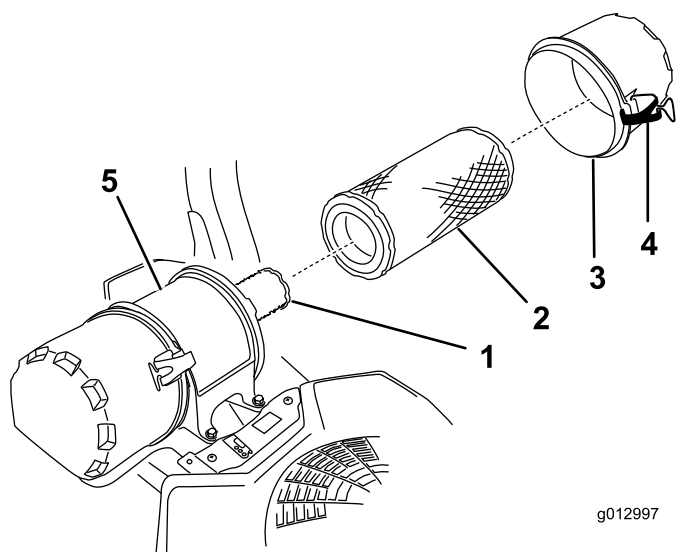

Figure 41
- Ouvrez les dispositifs de verrouillage du filtre à air et détachez le couvercle du boîtier du filtre (Figure 41).
- Sortez le préfiltre du boîtier du filtre avec précaution (Figure 41).
- Si vous remplacez l'élément intérieur, insérez-le avec précaution dans le boîtier du filtre (Figure 41).
- Placez ensuite le préfiltre sur l'élément de sécurité avec le même soin (Figure 41).
- Remettez en place et verrouillez le couvercle du filtre à air (Figure 41).